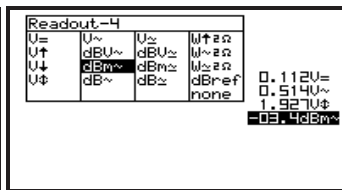

Рис. 9
8. Используя курсорные кнопки, выделите требуемую измерительную функцию для данного параметра (рис. 9).